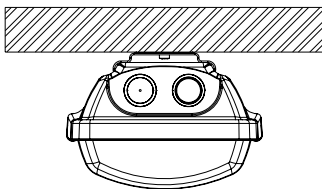

Fig. 2
- b) à l'aide d'une accroche en fil de fer (non inclus) Fig.2